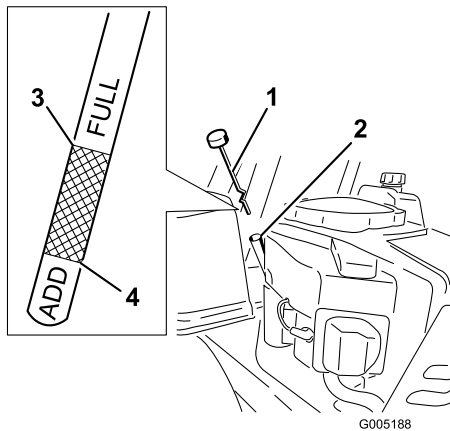

Figure 26
4. Dévissez et retirez la jauge ; essuyez-la sur un chiffon (Figure 26). Réintroduisez la jauge dans le tube jusqu'à ce que le capuchon repose sur le tube. Ne vissez pas le capuchon sur le tube.
5. Sortez de nouveau la jauge et vérifiez le niveau d'huile. (Figure 26).
- Enlevez le bouchon de remplissage/la jauge (Figure 26).
- Versez avec précaution environ 80 % de la quantité d'huile spécifiée dans le goulot de remplissage (Figure 26)
- Remettez le bouchon de remplissage/la jauge en place (Figure 26).
- Vérifiez le niveau d'huile (Figure 26) (voir Contrôle du niveau d'huile).
- Remettez le bouchon de remplissage/la jauge et serrez à fond (Figure 26).